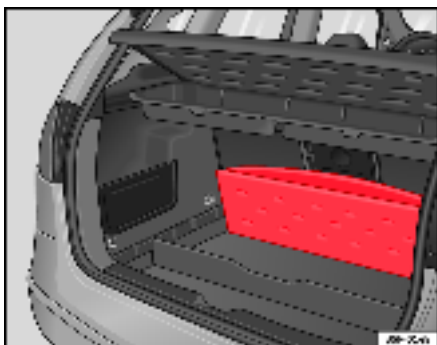

Fig. 105 Couverture du coffre à bagages pliable.
- Levez le plancher du coffre à bagages et repliez-le vers l'arrière dans sa totalité ⇒ page 145, fig. 105.